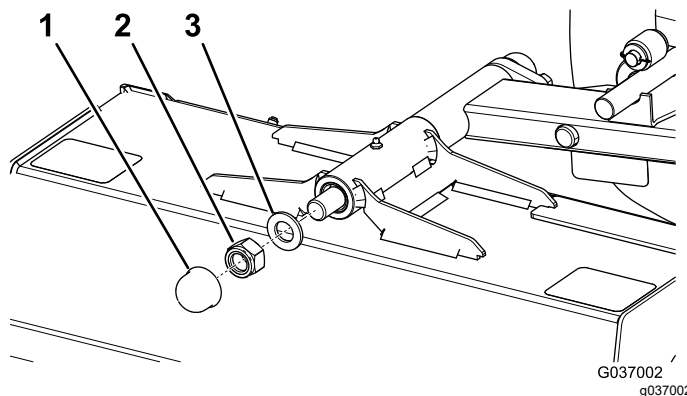

Bild 76
4. Entfernen Sie die Kappe und die Mutter (M24) und Scheibe von der Gelenkwelle (**Bild 76**).
5. Setzen Sie die Scheibe und die Sicherungsmutter (M24) ein und ziehen Sie die Sicherungsmutter fest (**Bild 76**).